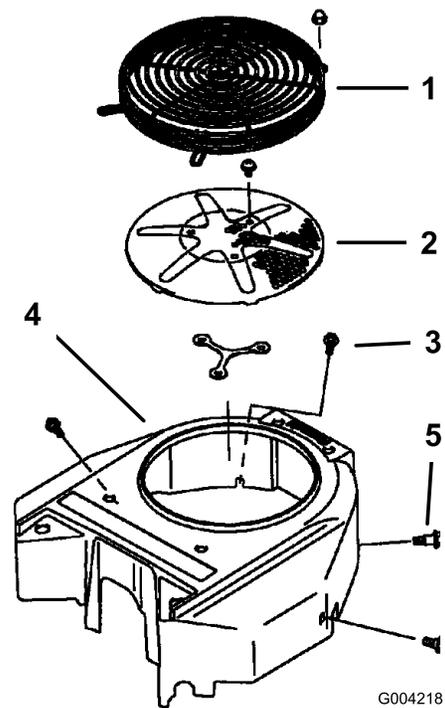

Figure 54
Avant chaque utilisation, enlevez l'herbe, les saletés et autres débris éventuellement accumulés sur la grille du moteur. Cela permet d'assurer un refroidissement et un régime moteur corrects, et réduit les risques de surchauffe et de dommages mécaniques du moteur (Figure 54).
3. Retirez la grille d'entrée d'air, le lanceur et le carter du ventilateur (Figure 54).
5. Reposez la grille d'entrée d'air, le lanceur et le carter du ventilateur (Figure 54).